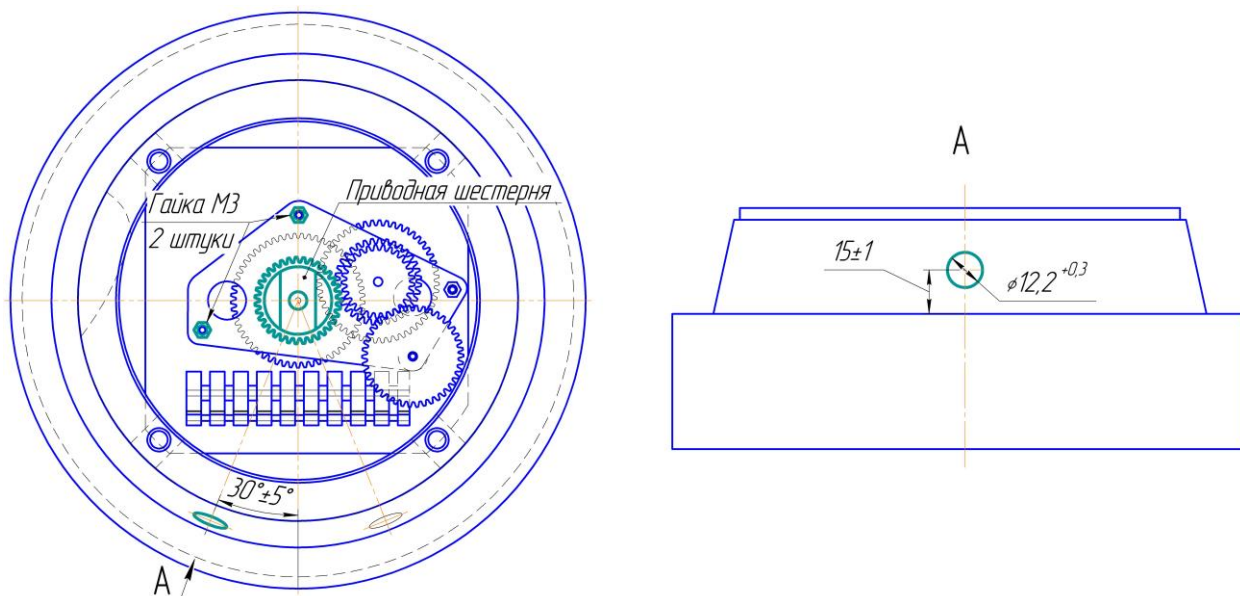

Рисунок 3 – Отсчетное устройство (вид сзади).
6. Соединить отсчетное устройство с основным корпусом счетчика с помощью четырех болтов М6 (см. рисунок 3). При этом обеспечить зацепление шестерни отсчетного устройства с ответной частью основного корпуса счетчика.